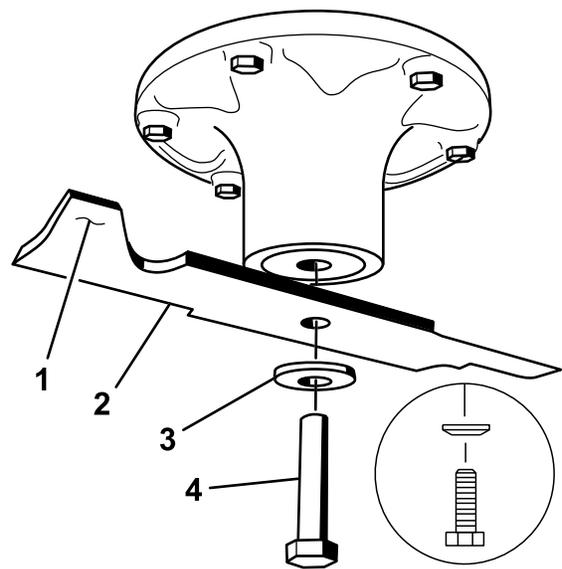

Figure 59
2. Enlevez de l'axe, le boulon, la rondelle bombée et la lame (Figure 59).
1. Placez la lame sur l'axe (Figure 59).
2. Installez la rondelle élastique et le boulon de la lame en veillant à ce que le côté bombé de la rondelle élastique soit dirigé vers la tête du boulon (Figure 59).